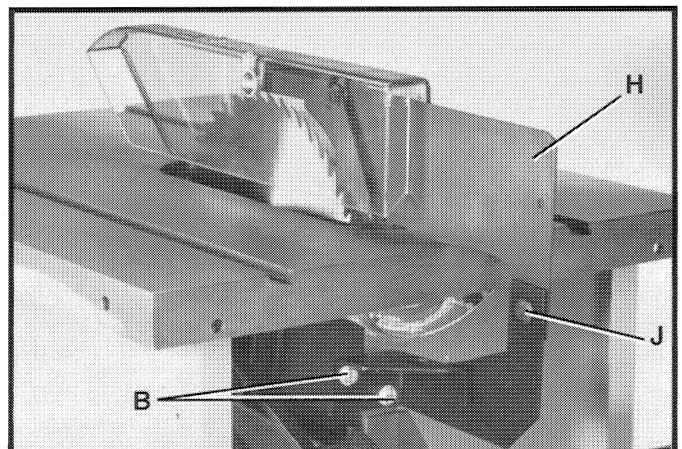
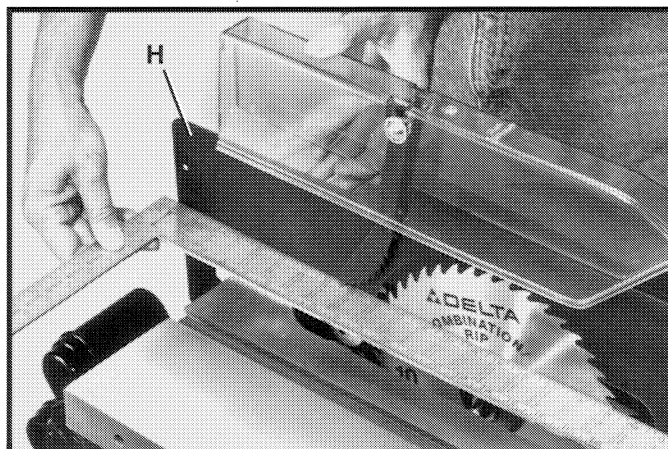

Fig. 24
Fig. 25
5. Utilizando una regla, revise si la hoja de la sierra está alineada con la parte posterior del hendidor (H), como puede verse en la Fig. 25. Si resulta necesario efectuar un ajuste, afloje los dos tornillos (B) Fig. 24, alinee el hendidor (H) con la hoja de la sierra, y apriete los dos tornillos (B).